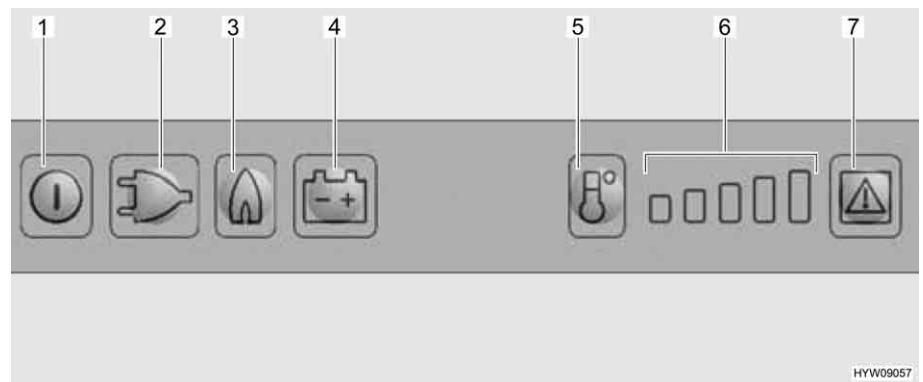

Fig. 194 Boutons de commande pour le réfrigérateur
- Appuyer sur la touche Marche/Arrêt (Fig. 194,1) pendant env. 2 secondes. Le réfrigérateur s'allume. La touche du dernier mode de fonctionnement sélectionné s'allume.
- Appuyer si nécessaire sur la touche du mode de fonctionnement "Gaz" (Fig. 194,3). La touche s'allume. L'arrivée de gaz est ouverte. L'allumage s'effectue de manière automatique. Un tic-tac est distinctement perceptible jusqu'à ce que la procédure d'allumage soit effectuée avec succès.
- Régler la température de réfrigération avec la touche de sélection du degré de température (Fig. 194,5).
- Appuyer si nécessaire sur la touche "230 V" (Fig. 194,2). La touche s'allume.
- Appuyer si nécessaire sur la touche de mode de fonctionnement "12 V" (Fig. 194,4). La touche s'allume.